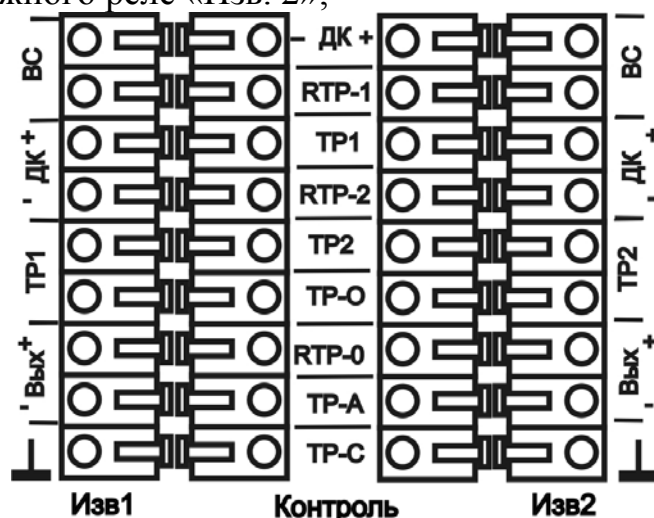
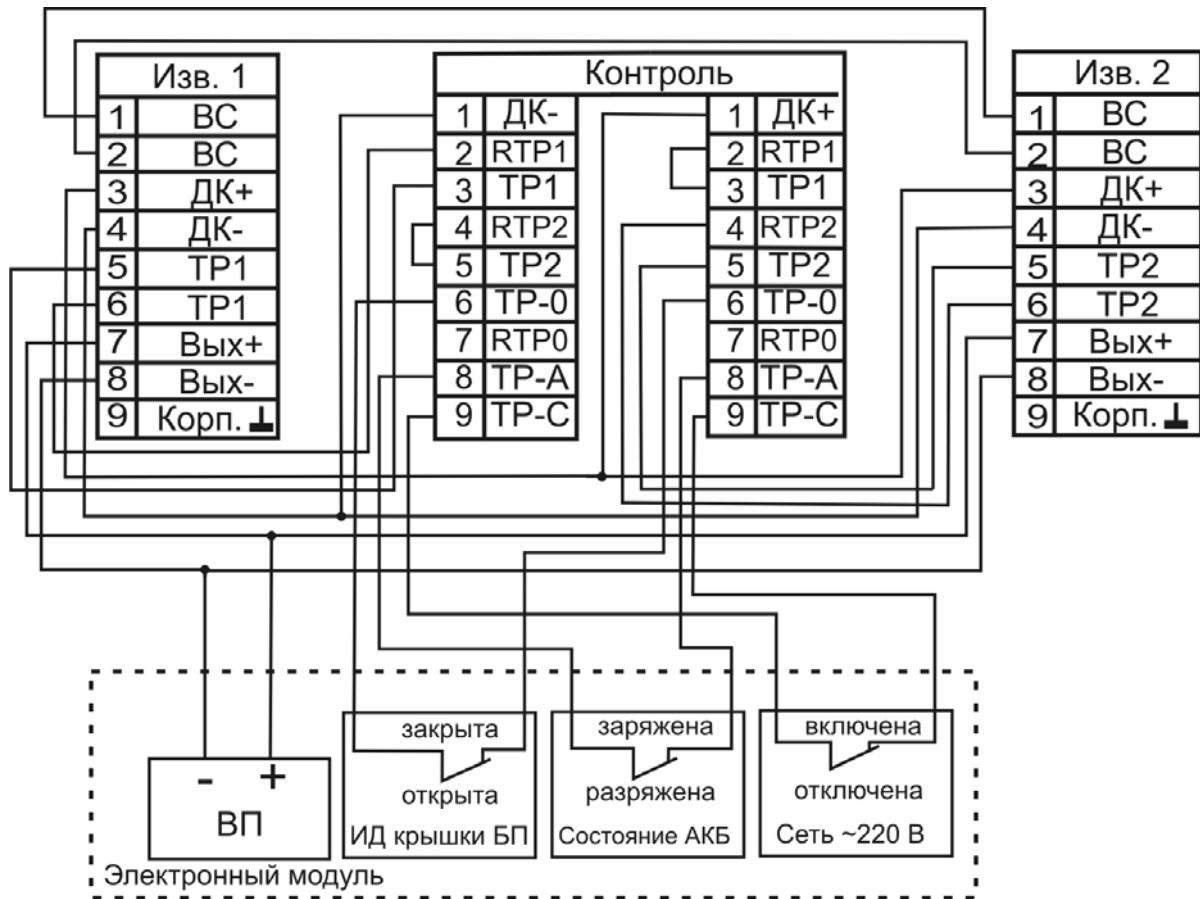

Рис. 4.3
Рис. 4.4
4.22 При пропадании или выключении сетевого напряжения гаснет индикатор «сеть» и размыкаются «сухие» контакты соответствующего реле «TP-C» (Рис. 4.4).
5.6 Пропустить кабели связи с блоками приемными (БПРМ) (смежных извещателей) внутрь ББП через соответствующие вводы, закрепить их с помощью гаек ввода и подключить проводники к группам зажимов «ИЗВ. 1» и «ИЗВ. 2» в соответствии с назначением (см. рис.4.3), функциональная схема БП приведена на рис. 4.4.